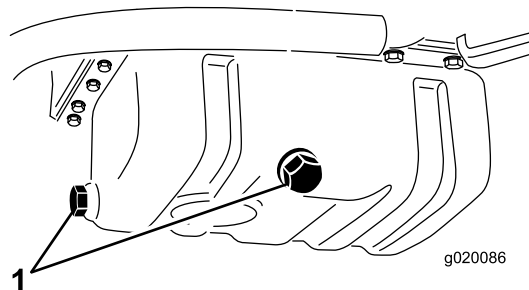

Figure 56
1. Enlevez un des bouchons de vidange (Figure 56) et faites couler l'huile dans un bac de vidange. Remettez le bouchon quand la vidange est terminée.